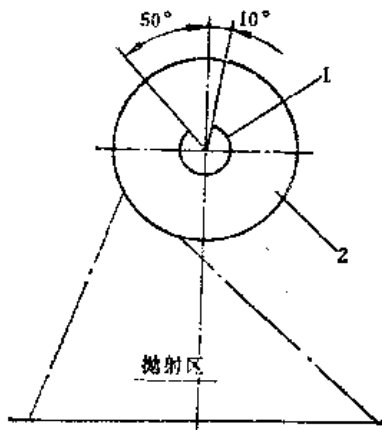

图5-3-5 定向套窗口位置
① 仔细检查机器的各运动部件是否在正常停车位置上, 如果不符合要求, 应用单动方式恢复原位。
② 检查并调整各种开关的位置, 保证动作信号准确。
③ 调整各时间继电器, 使其符合各工序要求。
④ 将转换开关转换到单动位置上, 依照设备各动作顺序, 按各按钮, 检查动作是否良好。
⑤ 如果单动均正常, 可把转换开关换到自动位置上进行整机联动试车。
⑥ 检查抛丸器抛射带的位置是否正确, 如果抛射区不在正确位置上, 可调整定向套。定向套窗口位置的调整可参考图5-3-5。